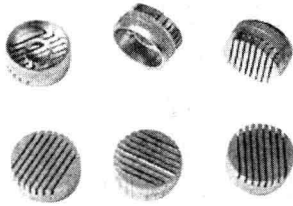

图 1-8 排气系统部件
- 排气系统：在注射过程中，为将型腔内的空气及塑料制品在受热和冷凝过程中产生的气体排除而开设的气流通道，排气系统通常是在分型面处开设排气槽，有的也可利用活动零件的配合间隙排气，如图 1-8 所示的排气系统部件。